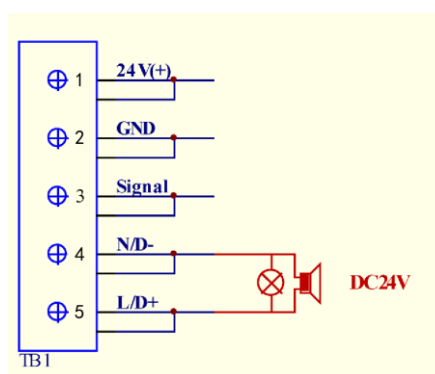

图 5 声光报警灯接线图
6. 接线方式: L/D+接声光报警灯的正极; N/D-接声光报警灯的负极.如图 5.